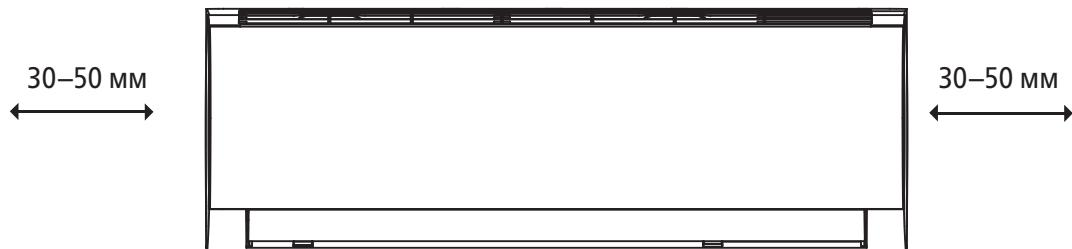

**Рис. 3.13**
2. С помощью скобы или клина подоприте блок, чтобы обеспечить достаточно места для присоединения трубопровода хладагента, сигнального кабеля и дренажного шланга (см. **рис. 3.13**).